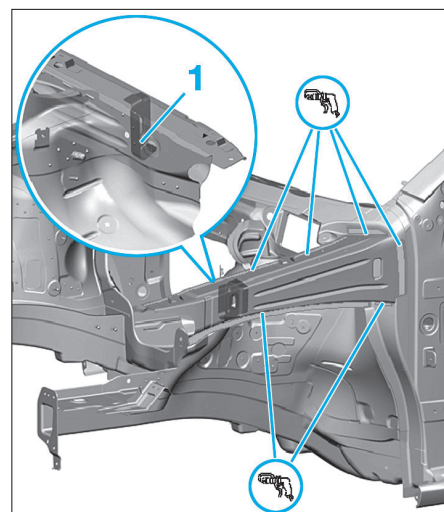

FIG. 7
- Dégrafer l'accostage d'origine entre la doublure d'aile supérieure extérieure et la doublure d'aile supérieur intérieur, ainsi que sur le montant A (Fig.7).